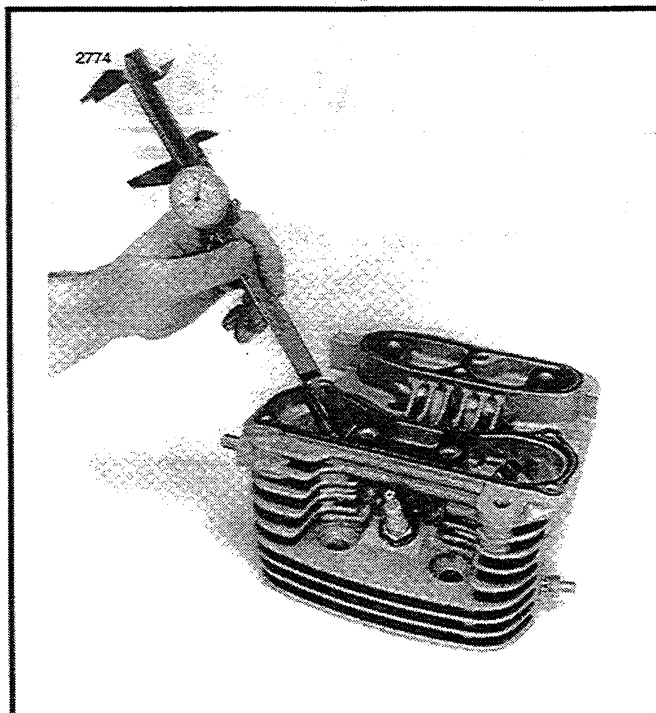

Figure 3-21. Mesure de la cote de dépassement des queues de soupape
8. Voir Figure 3-21. Nettoyez les sièges et les portées des soupapes. Mesurez la tige de la soupape. Si elle dépasse de 2,034 po. (51,66 mm), le siège de soupape ou la culasse doivent être remplacés. Si la cote de dépassement est incluse dans l'intervalle indiqué sur la figure, les soupapes et les sièges sont prêts pour le rodage.